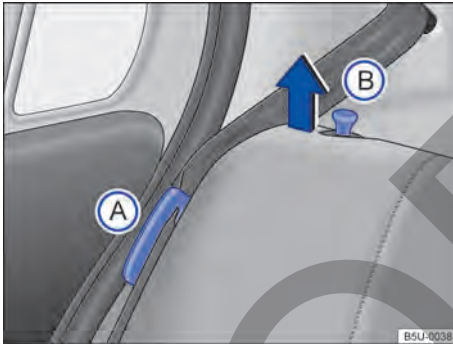
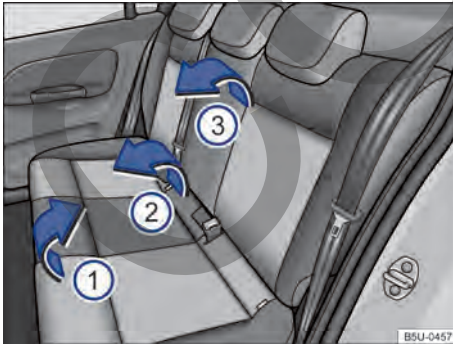

Fig. 54 Asiento trasero: posicionador de la banda del cinturón de seguridad (A) y pasador de desbloqueo del respaldo (B).
Fig. 55 Asiento trasero: inclinar el asiento trasero.
- Encajar las bandas de los cinturones de seguridad en los alojamientos correspondientes en el guarnecido lateral → fig. 54 (A).
- Tirar del asiento por la parte de adelante → fig. 55 (1) en el sentido de la flecha, hacia arriba.
- Levantar la parte trasera del asiento → fig. 55 (2) y desplazar completamente hacia adelante, para que el asiento quede lo más cerca posible del piso y del respaldo del asiento delantero.
- Tirar de los pasadores de desbloqueo → fig. 54 (B) y, al mismo tiempo, rebatir parcialmente el respaldo del asiento → fig. 55 (3) y retirar los apoyacabezas → pág. 68. Bajar completamente el respaldo del asiento trasero.
- Encajar las bandas de los cinturones de seguridad en los respectivos posicionadores → fig. 54 **A**.
- Levantar los pasadores → fig. 54 **B** y, al mismo tiempo, rebatir parcialmente el respaldo del asiento trasero → fig. 55 **3**.